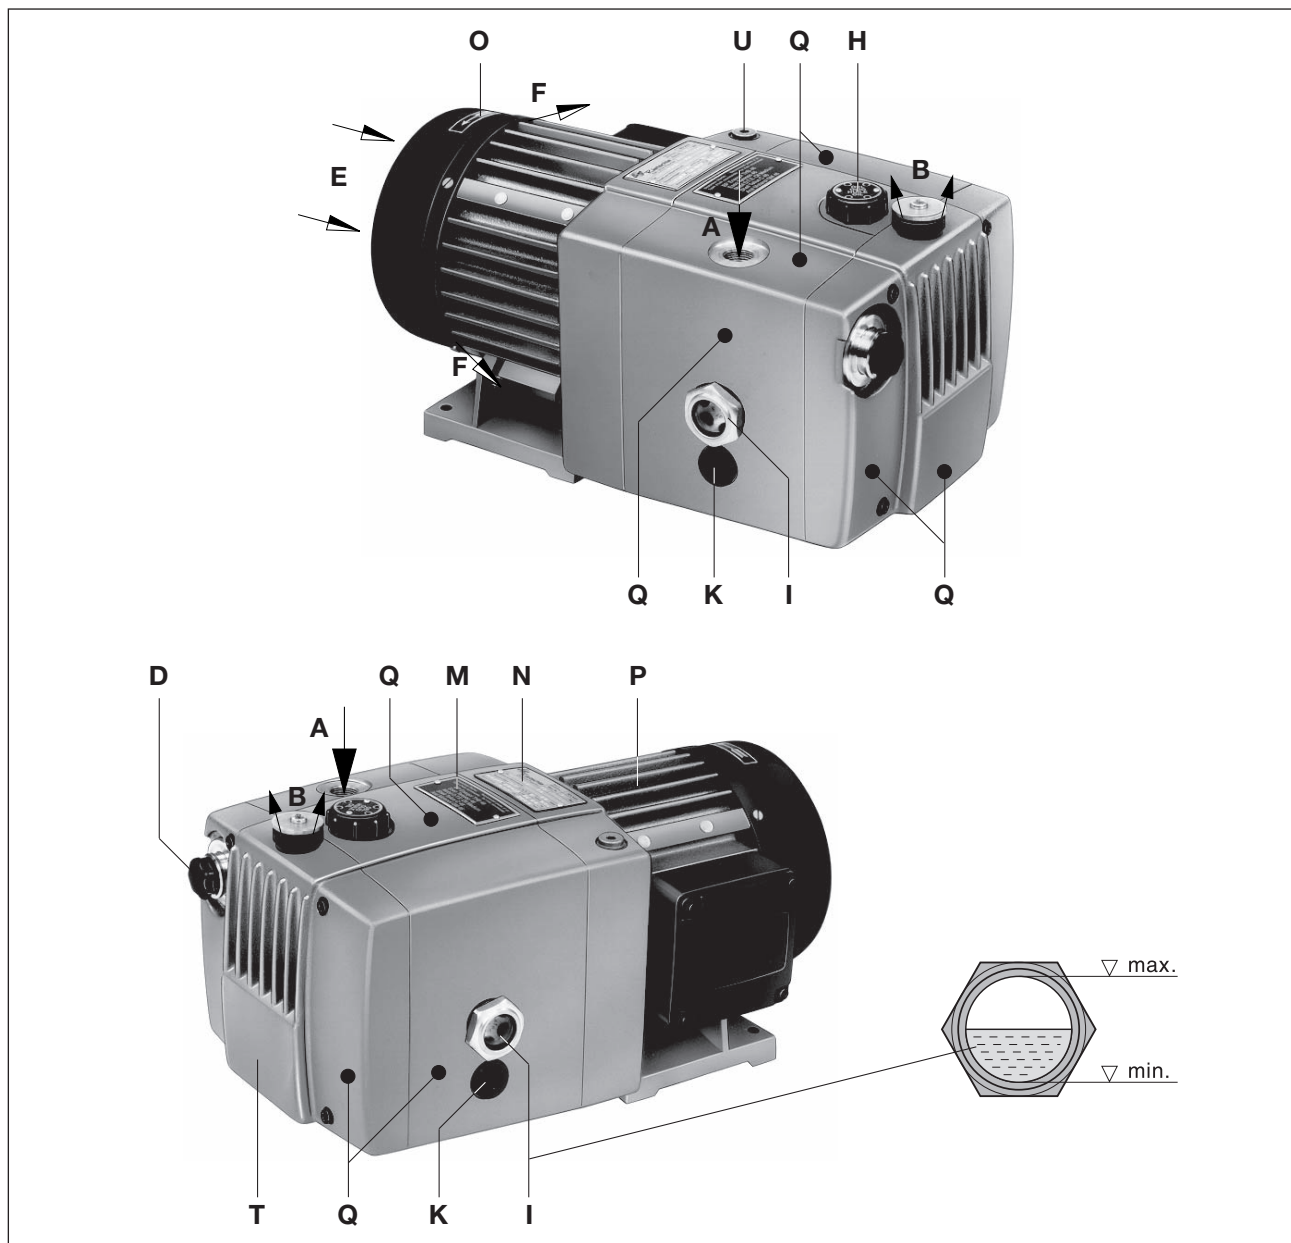

Fig. 1 Bomba de vacío V-VGA / V-VGC
La boca de llenado de aceite (fig. 1/H), la mirilla de aceite (fig. 1/I) y el drenaje de aceite (fig. 1/K) deben estar fácilmente accesibles.
Las entradas de aire refrigerante (fig. 1/E) y las salidas de aire refrigerante (fig. 1/F) deben tener una distancia de al menos 15 cm de las paredes. El aire de refrigeración saliente no debe volver a aspirarse. Para los trabajos de mantenimiento se debe prever una distancia de 30 cm delante del filtro (fig. 1/D) y la tapa del contenedor de aceite (fig. 1/T).
- a) Conexión de vacío (fig. 1/A).
- b) El aire aspirado se puede emitir directamente a la atmósfera por el insonorizador (fig. 1/B).
- a) Cargar el aceite lubricante (para tipos adecuados véase el capítulo "Mantenimiento") en la boca de llenado de aceite (fig. 1/H) hasta el borde superior de la mirilla (fig. 1/I).
- a) Los datos eléctricos del motor figuran en la placa de características (fig. 1/N) o en la placa del motor. Los motores se corresponden con EN 60034 y son de índice de protección IP 55 y clase de aislamiento F. El esquema de conexión correspondiente se encuentra en la caja de bornes del motor (no aplicable en versiones con conector para clavijas). Comparar los datos del motor con los datos de la red eléctrica existente (tipo de corriente, tensión, frecuencia de la red, intensidad admisible).
!En estado caliente, las temperaturas de las superficies de las piezas (fig. 1/Q) pueden superar los 70°C.
- ▷ El sentido de giro previsto para el árbol de accionamiento está señalado mediante la flecha (fig. 1/O) en la brida del motor.
- b) Con el sentido de giro correcto, poner el motor de nuevo en marcha apagarlo después de 2 minutos para reponer aceite hasta el borde superior de la mirilla (fig. 1/I). Ir reponiendo aceite por la boca de llenado (fig. 1/H) hasta que todas las tuberías de aceite estén completamente llenas. La boca de llenado no debe abrirse de ninguna manera con la bomba funcionando.